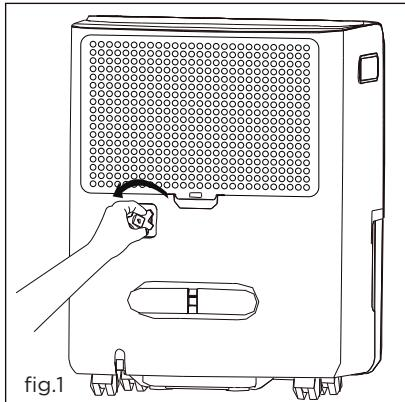

fig.1
- b. Desatornille la tapa de drenaje en la parte posterior de la unidad. (fig.1)